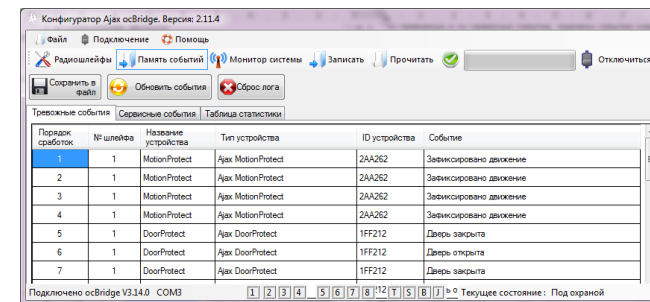
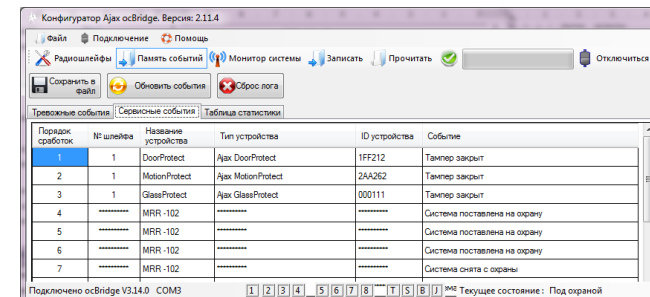

РИС. 13. Журнал тревожных событий
РИС. 14. Журнал сервисных событий
5.5. Вкладка «Память событий» хранит сведения о произошедших тревожных событиях (РИС. 13), сервисных событиях (РИС. 14) и таблицу статистики (РИС. 15). Возможно обновить информацию в журналах событий или очистить их кнопкой «Сброс лога». Журнал содержит до 50 тревожных и 50 сервисных событий. Журналы событий клавишей «Сохранить в файл» можно сохранить в .xml формате, который открывается программой Excel.